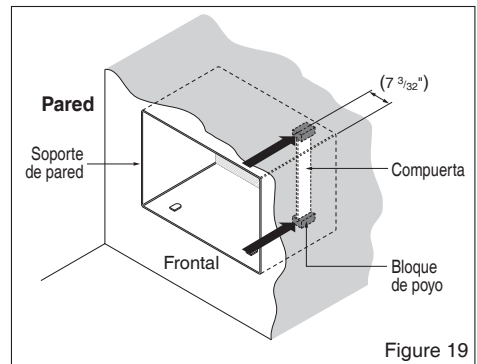

Figure 19
- 6** Retire el envoltorio de los bloques de apoyo y únalos al interior del soporte de pared como muestra la FIG. 19. Deslice la compuerta dentro de las ranuras en los bloques de apoyo.